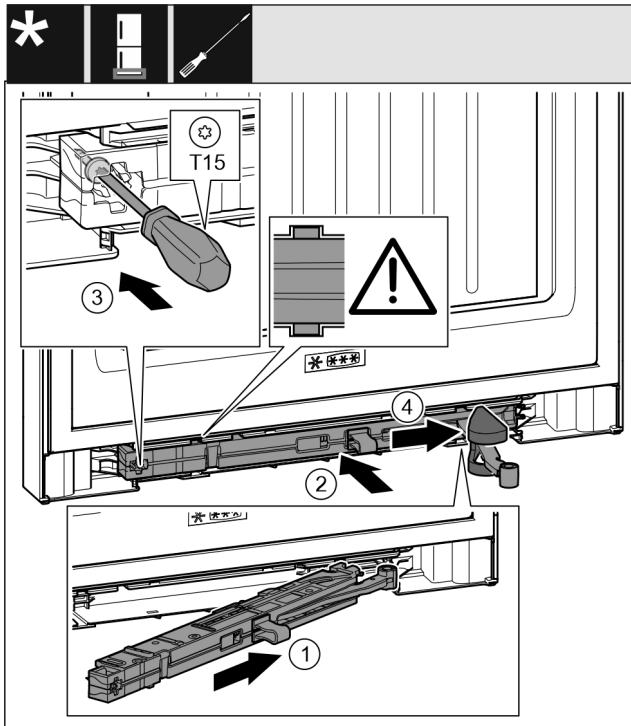

Fig. 46
- ▶ Вкарайте блока на затварящия демпфер от страната на лагерната стойка докрай под ъгъл в отвора. Fig. 46 (1)
- ▶ Вкарайте изцяло блока на затварящия демпфер в отвора. Fig. 46 (2)
- ▶ Затегнете винта с отвертка T15. Fig. 46 (3)
- ▶ Вкарайте капачката върху шарнира. Fig. 46 (4)